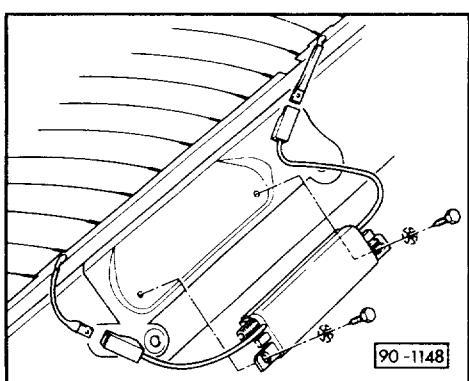

Рис. 3 Снятие и установка усилителя антенны
♦ снятие и установка блонды передних громкоговорителей ⇒ рис. 3
< Рис. 3 Снятие и установка бленды громкоговорителя
- ◆ снятие и установка ⇒ рис. 3